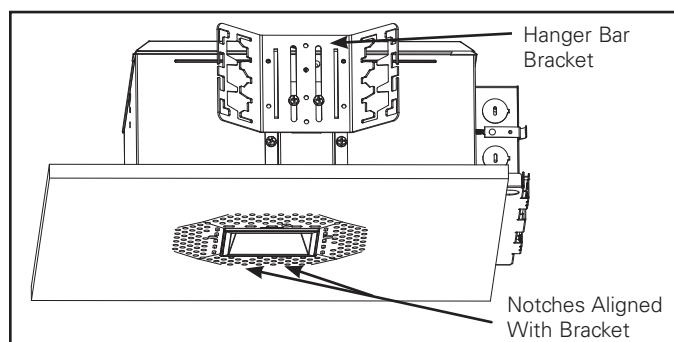

Figure 2.
- Un ensemble d'encoches opposées doit être perpendiculaire aux murs de la pièce ou des solives au plafond. Si vous le voyez en dessous du plafond, localisez les supports des barres de suspension réglables et les encoches de ligne avec eux (ne s'applique pas aux applications de rénovation, voir la figure 2).